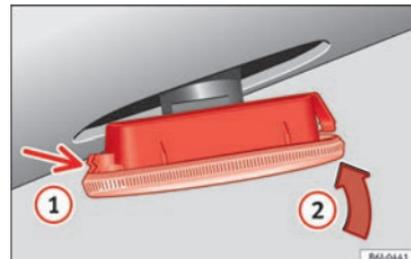

Fig. 115 Luzes indicadoras de mudança de direção laterais.
- Coloque o indicador de mudança de direção em primeiro lugar no orifício da carroçaria, encaixando as patilhas ①
- »» Fig. 115, e em seguida, encaixe a lâmpada da forma indicada pela seta ②
- »» Fig. 115.